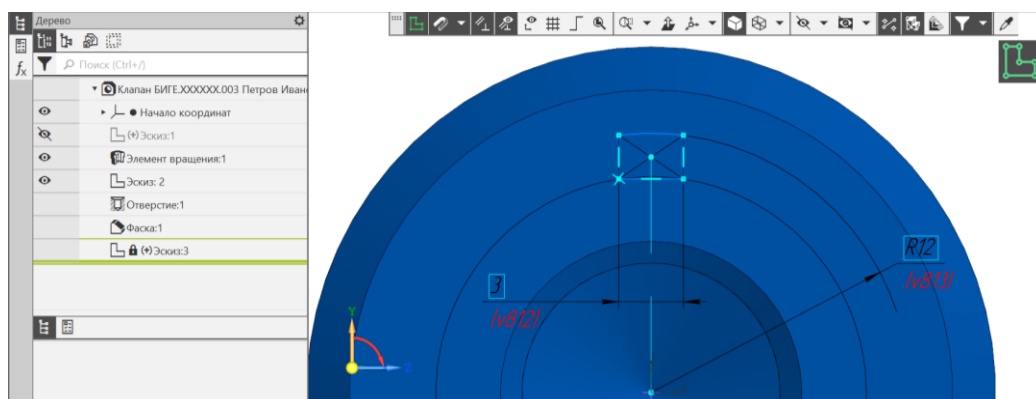

Рис. 7 Эскиз 3. Создание направляющего объекта для формирования выступа
- **Твердотельное моделирование – Элементы тела – Элемент выдавливания.** Параметры операции Элемент выдавливания: результат операции – Объединение; сечение – Эскиз 3; направляющий объект – Эскиз 3; способ выдавливания – расстояние 13 мм (рис. 7, 8).